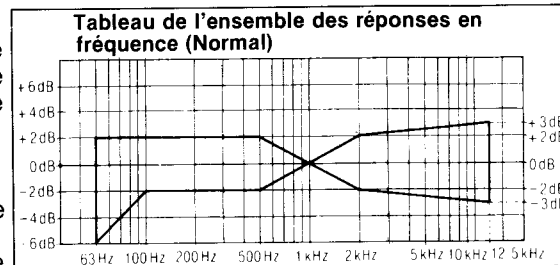
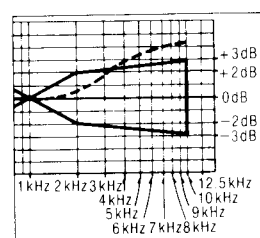
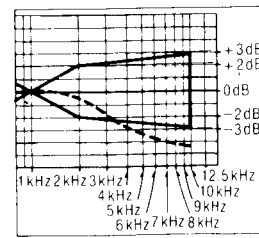

Fig. 10
Fig. 12
Fig. 13
- Reproduire les signaux enregistrés dans la phase 6, et vérifier si la courbe de réponse de fréquence se trouve dans les limites indiquées par la courbe de réponse de fréquence globale pour bandes normales (Fig. 10). (Si la courbe est comprise dans les spécifications, passer aux phases 7, 8 et 9). Si la courbe ne correspond pas aux spécifications du tableau, régler comme suit.
Lorsque la courbe dépasse les spécifications du tableau de réponse de fréquence globale (Fig. 10), comme indiqué dans la Fig. 12.
- Répéter les phases 5 et 6 pour confirmation. (Passer aux phases 7, 8 et 9 si la courbe est maintenant comprise dans les spécifications du tableau de la Fig. 10).
- Si la courbe dépasse encore les spécifications (Fig. 10), augmenter encore le courant de polarisation et répéter les phases 5 et 6.
Lorsque la courbe tombe au-dessous des spécifications du tableau de fréquence globale (Fig. 10) comme indiqué dans la Fig. 13.
- Si la courbe tombe encore au-dessous des spécifications du tableau (Fig. 10), réduire encore le courant de polarisation et répéter les phases 5 et 6.